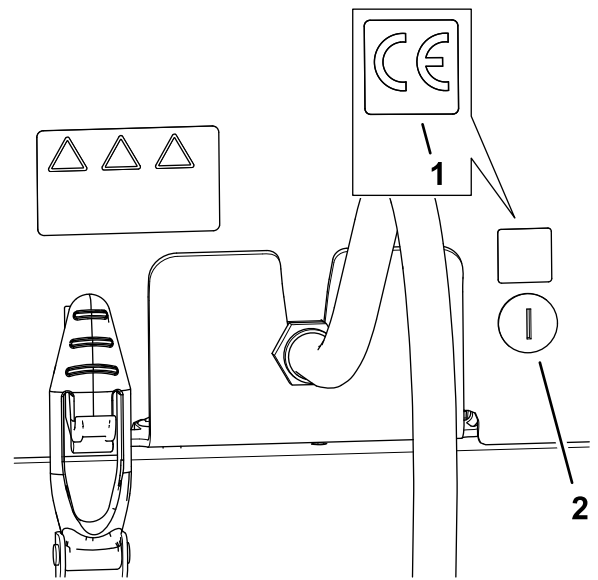

Figure 38
1. Avec de l'alcool à friction et un chiffon propre, nettoyez la zone du capot près du verrou et laissez sécher le capot (Figure 38).